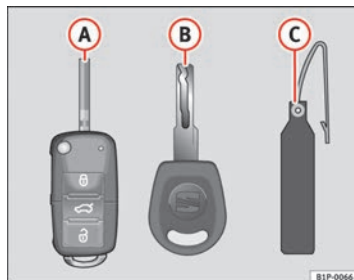

Abb. 62 Schlüsselsatz
- Funkschlüssel ⇒ Abb. 62 **A** mit ausklappbarem Schlüsselbart